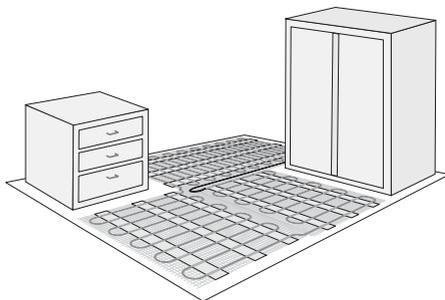

Рис. 12
5. Расположите нагревательный мат на полезной площади (где Вы ходите и где идет эффективное тепловыделение в воздух) (рис. 12).
7. При обогреве лоджий, балконов и помещений с большим количеством окон, дверей, потолка, высота которых 3,5 м и выше, просим Вас обратиться за консультацией к менеджерам компании ССТ по телефону (495) 789-96-40.